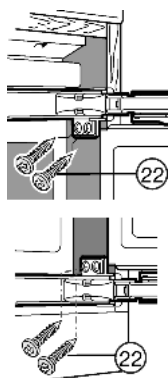

Fig. 19
- ▶ Za pomocą długich wkrętów do płyt wiórowych Fig. 19 (22) przewiercić łączniki zawiasów od góry i od dołu.